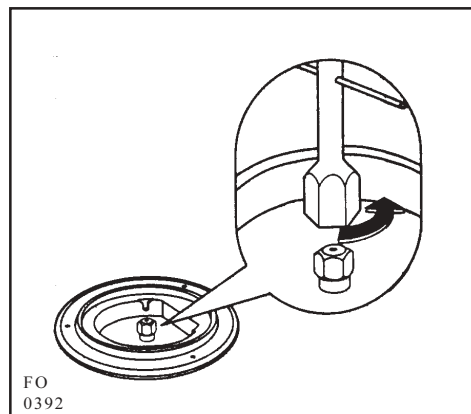

Рис. 7
- С помощью торцевого ключа на 7 открутите и снимите инжекторы (Рис. 7), и замените их на те, которые соответствуют применяемому типу газа (см. табл. 2-2а).